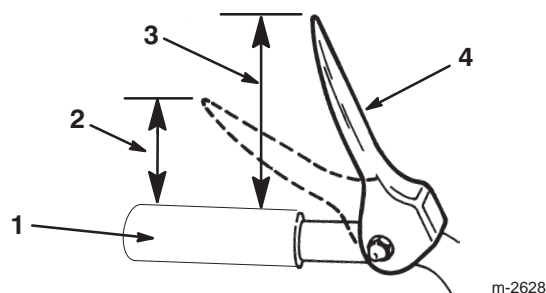

Figure 10
5. Vérifiez la distance entre l'extrémité de la manette de tarière/roue hélice et le haut de la poignée du mancheron. L'écartement doit être d'environ 10,2 centimètres, comme illustré dans la Figure 10.
Remarque : La résistance augmente de manière perceptible lorsque la courroie d'entraînement de tarière/roue hélice devient tendue (à peu près à mi-course de la manette). Le réglage est correct si la résistance **commence** à augmenter quand le bout de la manette de commande de tarière/roue hélice se trouve à 5 cm du haut de la poignée (Fig. 10).